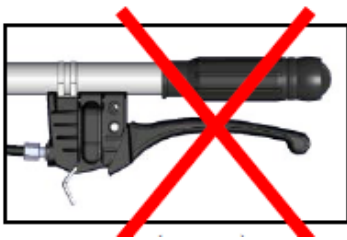

FIGURA 1
3. Ao usar o leme motorizado com o cortador, o operador deve evitar engatar a embreagem pela metade. (Nota: meio deslocamento na manopla significa que a manopla não foi encaixada corretamente. Veja a figura 1)